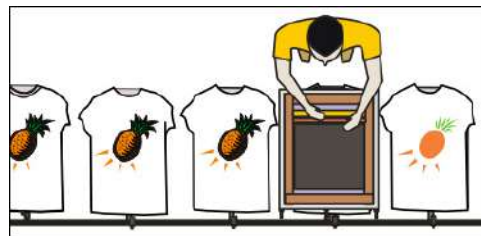

Imagen 329\_p
- Se estampa el negro que es el 3º color final (Imagen 329\_p)